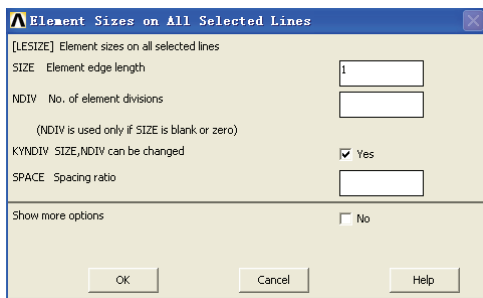

图 4-83 单元尺寸设置对话框
3) 选择 Main Menu | Preprocessor | Meshing | Size Cntrls | ManualSize | Lines | All Lines 命令，出现 Element Sizes on All Selected Lines 对话框，在 Size Element edge length 输入栏中输入 1，如图 4-83 所示，单击 OK 按钮关闭该对话框。